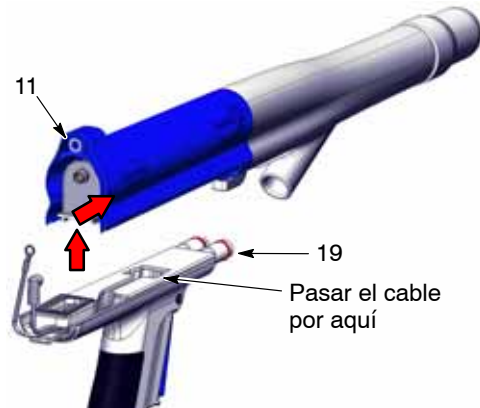

Figura 22 Separación del cuerpo de la pistola de la empuñadura
- Ver la figura 22. Levantar la parte posterior del cuerpo de la pistola (11) para desenchajarla de la empuñadura y a continuación empujar el cuerpo hacia delante para separarlo de la empuñadura (19).